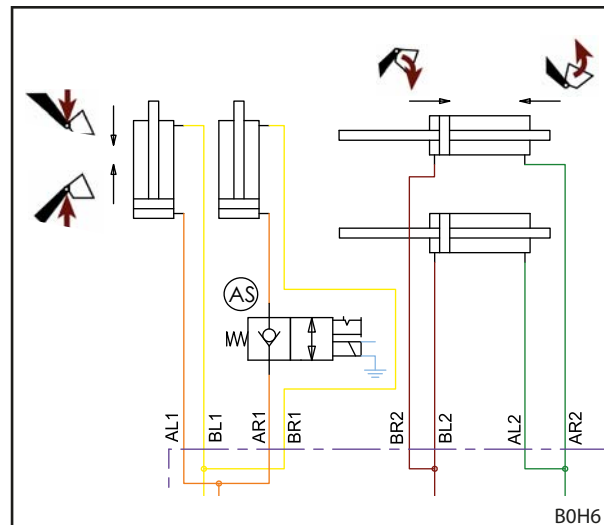

Fig. 135 Hydraulikkskjema senkesikring
**i** Fig. 135 viser utsnitt av hydraulikkskjemaet for den valgfrie senkesikringen. Resten av hydraulikkskjemaet tilsvarer avhengig av frontlasteren representasjonene i 11.4.1 Hydraulikkskjema FS og 11.4.2 Hydraulikkskjema FZ og FZ-L.